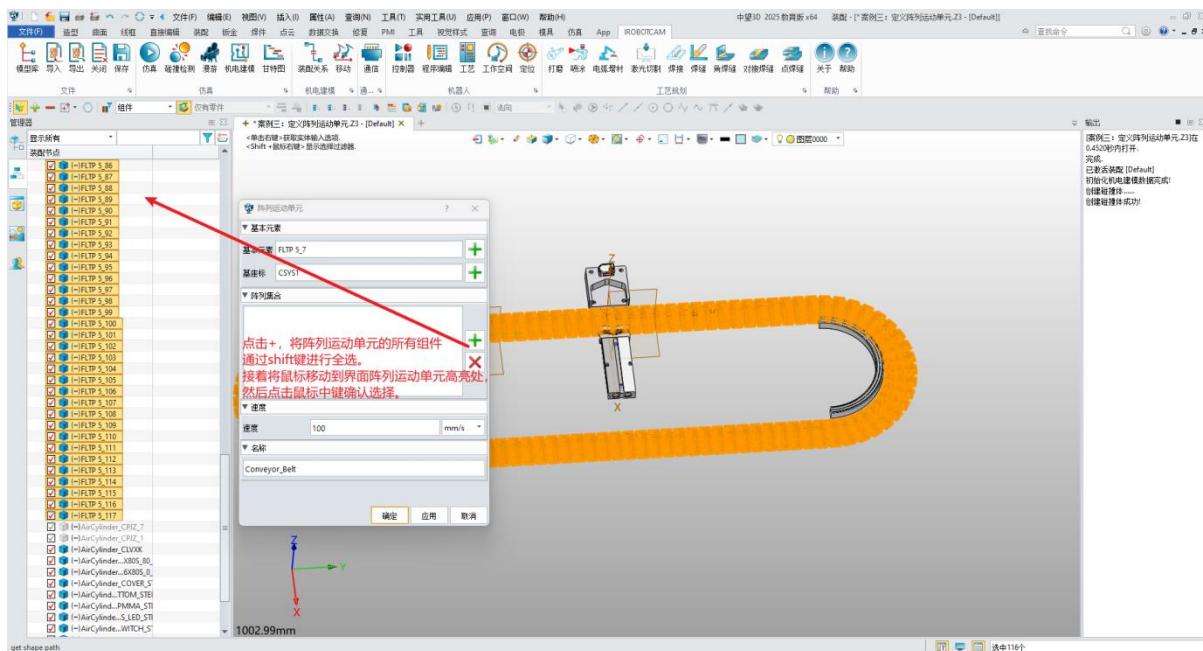

图 7-10: 阵列元素
- 自定义“名称”（例如，“Conveyor\_Belt”）以便于识别。（图 7-10）